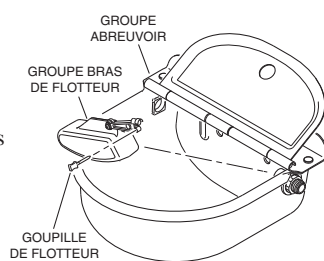

Figure 1
2. Pour pouvoir accéder aux orifices de fixation, démontez la goupille du flotteur et le groupe flotteur - bras de l'abrevoir (voir Figure 1).
4. Percez deux trous aux deux (2) emplacements marqués.